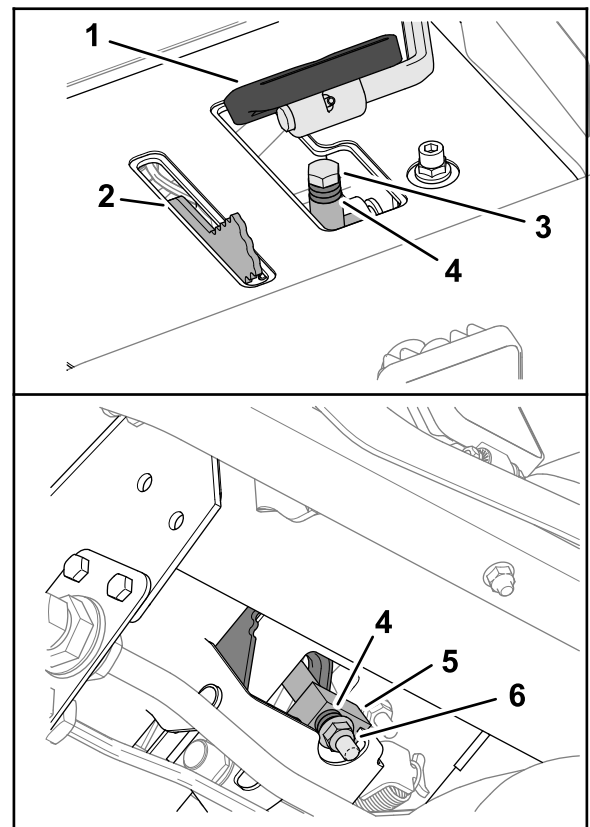

Рисунок 137
3. Под педалью тяги отверните упорный болт и фланцевую контргайку, которые крепят проставки к упорному блоку скорости скашивания (Рисунок 137).